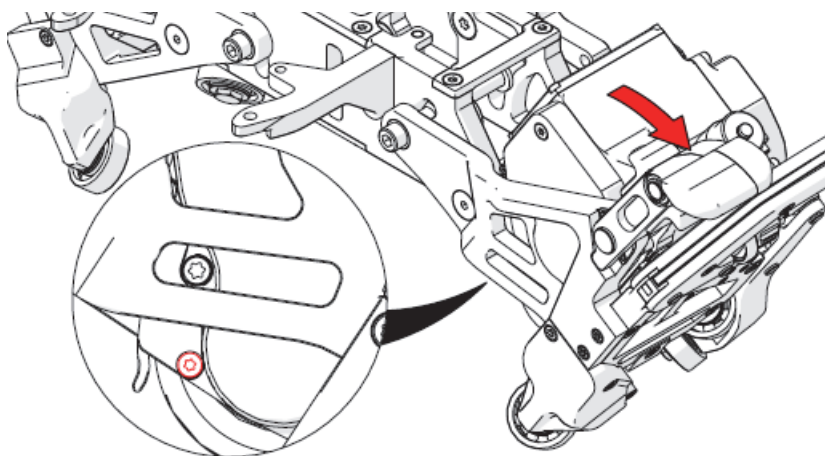

Figura 2-5 Extracción del tornillo Torx a partir de la parte inferior del protector de la rueda de conducción
3. Enganche la empuñadura de enganche de motor; esto permitirá acceder a un tornillo Torx cercano a la parte inferior del protector de la rueda de conducción (ver Figura 2-5 en la página 92).